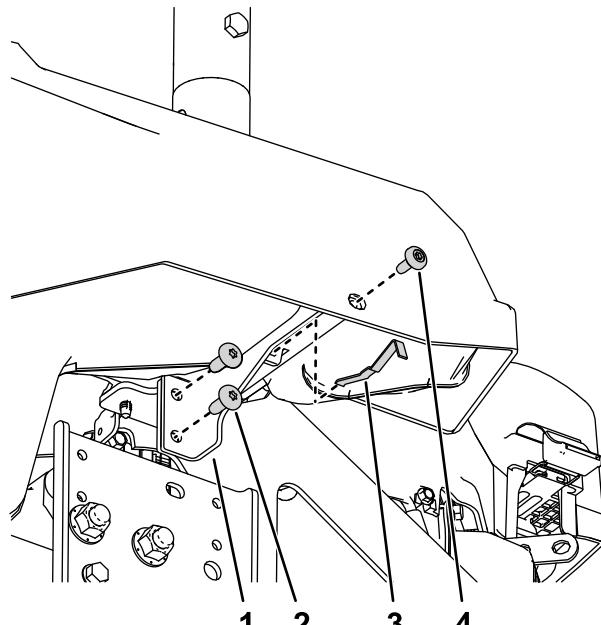

図 9
3. 左ポッドブラケットを機体フレームに取り付けるタップねじ $5/16 \times \frac{3}{4}"$ 2本と1マシンの準備を行う(ページ3)で取り外した部品を使用して図9のように取り付ける。